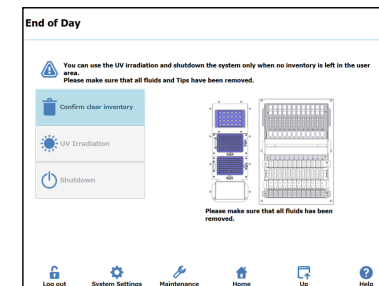

Figure 18 : Page de fin de journée
26. Sur la page d'accueil, sélectionner « End of Day » (Fin de journée). La page suivante s'affiche (Figure 18).